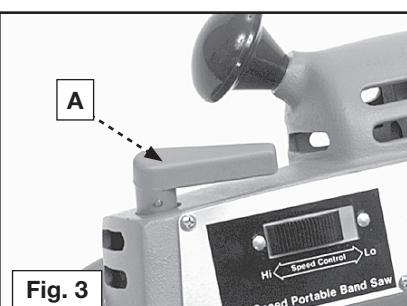

Fig. 3
PARA QUITAR LA HOJA – Dé vuelta al mango (agarradera) (A) Fig. 3, en el sentido de las manecillas del reloj para soltar la tensión de la hoja. Quite la hoja, primero de las poleas y luego de la guía de hoja.
Dé vuelta hasta su límite al mango (agarradera) (A) Fig. 3, en el sentido contrario a las manecillas del reloj. Esto vuelve a aplicar tensión a la hoja de la sierra.